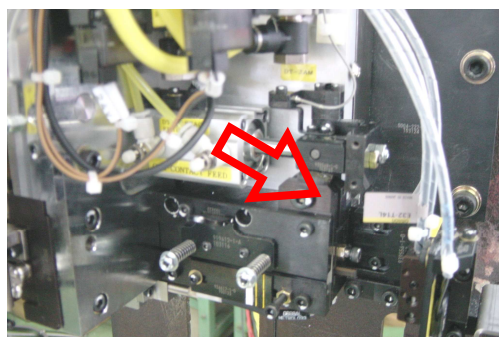

Fig 15-2-4
③ フィードフィンガー交換時にフィンガー送りカム部に機械潤滑用グリスを、注油して下さい。 [Fig 15-2-4]